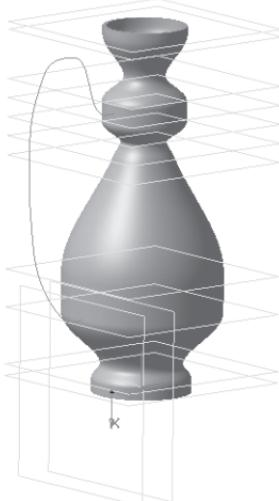

Рис. 269
- с помощью команды – **Повернуть**, расположите модель так, чтобы вам удобно было работать (рис. 269);